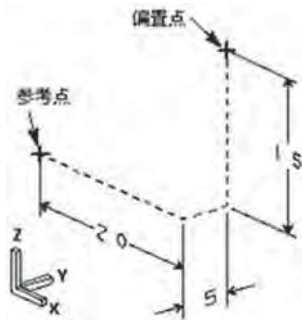

图 1-10 空间直角坐标系偏置
3. 使用偏置方式确定点：该方式是通过指定参考点和相对于参考点的偏置参数来确定点的位置。参考点的指定可以使用上面所述的任何一种方法，偏置参数的确定取决于偏置方式。如图1-10所示的矩形偏置：偏置点的位置相对于所选的参考点的偏置是在空间直角坐标系中进行的，一旦参考点确定后，对话框中部的基点将变为输入WCS偏置（若选在绝对坐标系，将变为输入绝对偏置值）。